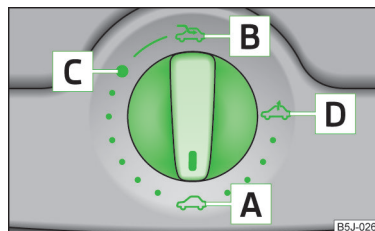

Fig. 38
Trapa glisantă/rabatabilă se poate deschide și închide când contactul este pus, de la comutatorul rotativ » fig. 38 la pagina 55. Comutatorul rotativ are mai multe poziții.
Dacă se deconectează și apoi se conectează bateria autovehiculului, se poate întâmpla ca trapa glisantă/rabatabilă să nu se mai închidă complet. De aceea, comutatorul rotativ trebuie adus în poziția A » fig. 38 la pagina 55 și apăsat în față pentru cca. 10 secunde.
► Rotiți comutatorul în poziția C » fig. 38.
► Rotiți comutatorul în poziția B » fig. 38 și mențineți-l în această poziție (poziția asistată de arc).
► Rotiți comutatorul în poziția D » fig. 38.
► Rotiți comutatorul în poziția A » fig. 38.
Trapa glisantă/rabatabilă este prevăzută cu un dispozitiv de limitare a forței. Când închiderea este blocată de un obstacol (de exemplu gheața), trapa glisantă/rabatabilă se oprește și se deschide complet. Trapa glisantă/rabatabilă poate fi închisă complet fără activarea dispozitivului de limitare a forței, dacă este apăsat comutatorul în poziția A » fig. 38 în față, până când trapa glisantă/rabatabilă se închide complet » pagina 55, în capitolul *Introducere în temă*.
După fiecare acționare de urgență (cu cheia imbus) trapa glisantă/rabatabilă trebuie adusă în poziția de bază. De aceea, comutatorul rotativ trebuie adus în poziția **A** » fig. 38 la pagina 55 și apăsat în față pentru cca. 10 secunde.